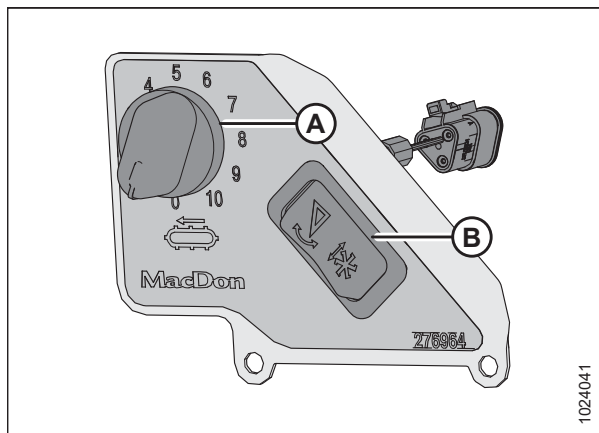

Figura 3.386: Comanda de viteză a transportorului cu bandă lateral din cabină
Comutatorul (B) din Figura 3.386, pagina 268 permite operatorului să comute între comenzile de înclinare a hederului și cele pentru poziția față-spate a rabatorului. Pentru instrucțiuni privind comenzile, consultați *Reglarea unghiului hederului din combină*, pagina 232.